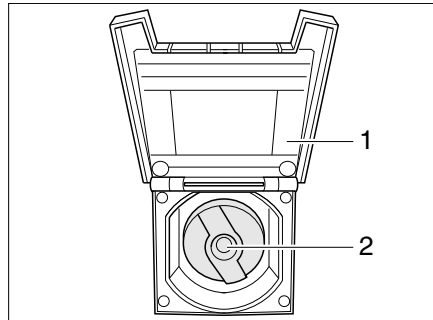

Bild 145 Verschlussdeckel für Trinkwasser-Einfüllstutzen
- Deckel (Bild 145,1) zum Trinkwasser-Einfüllstutzen öffnen.
- Schlüssel in Schließzylinder (Bild 145,2) stecken und eine viertel Umdrehung entgegen dem Uhrzeigersinn drehen.
- Trinkwasser-Einfüllstutzen (Bild 145) öffnen.